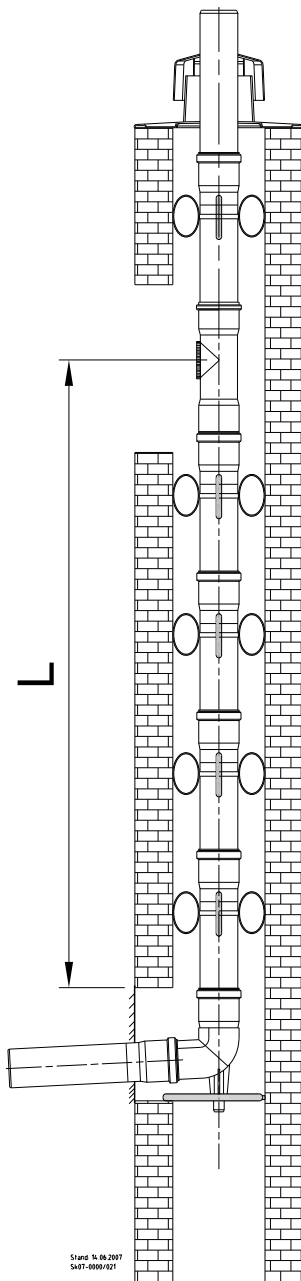

Abb. 57: Kaminsystem, starr, zur Ermittlung von Abstandsmaß L
- ➔ Ermitteln Sie das Maß L (s. Abb. 57) zwischen Stützbogen und Revisionsstück.